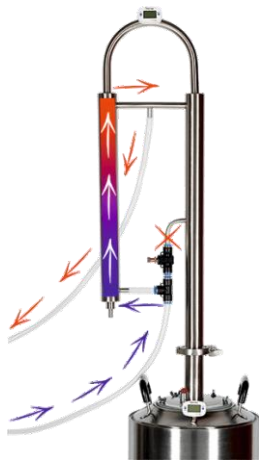

Рис. 1
1. Режим быстрой перегонки (Рис. 1). Полностью закрутите игольчатый кран, перекрыв тем самым поступление воды в дефлегматор. Дефлегматор будет использоваться в пассивном режиме, то есть охлаждаться только воздухом. Спиртовые пары из куба при этом будут почти полностью проходить в холодильник. Назад в куб будет возвращаться лишь небольшая их часть, которая конденсируется естественным образом на стенках царги и дефлегматора. Отбор спирта-сырца осуществляется при максимальном нагреве плитки и заканчивается, когда температура в баке приближается к 100°C, а крепость выходящего спирта-сырца падает ниже 10 градусов.